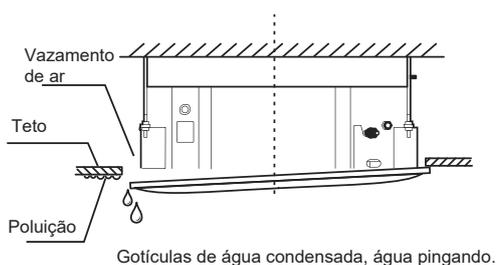

Figura 3.17
- Podem ocorrer vazamentos de ar e água se os parafusos estiverem muito frouxos. Consulte a Figura 3.17.